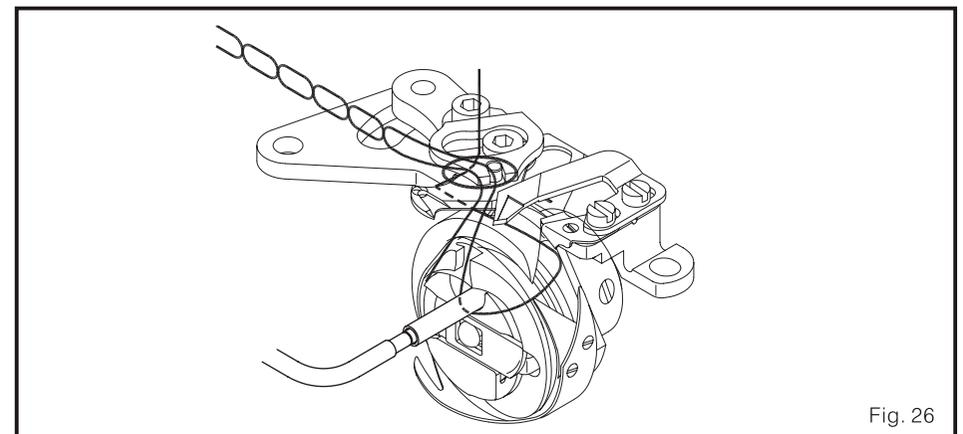

Fig. 26
- (9) neste momento, puxe a leva ligeiramente para o direito, e gire para a direção da seta até que a leva não pode mover.
- (10) temporariamente ajuste o segundo parafuso da leva.
- (11) confirma a coisa seguinte:
- (12) assegure o segundo parafuso da leva.
- (13) assegure o parafuso fixo, depois que o anel fixo da leva possa chegar perto do a pessoa mencionado leva.
- (14) NOTIFICAÇÕES:
- b. por favor confirma que a faca móvel apanha as fios corretamente goste para isto é mostrado na figura. (Fig. 26)